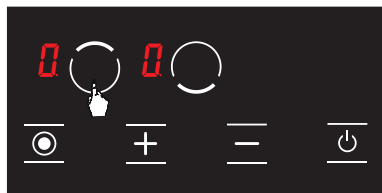

Abbildung 15
2. Berühren Sie erneut die Auswahl taste () der oberen Kochplatte. (siehe Abb. 15)